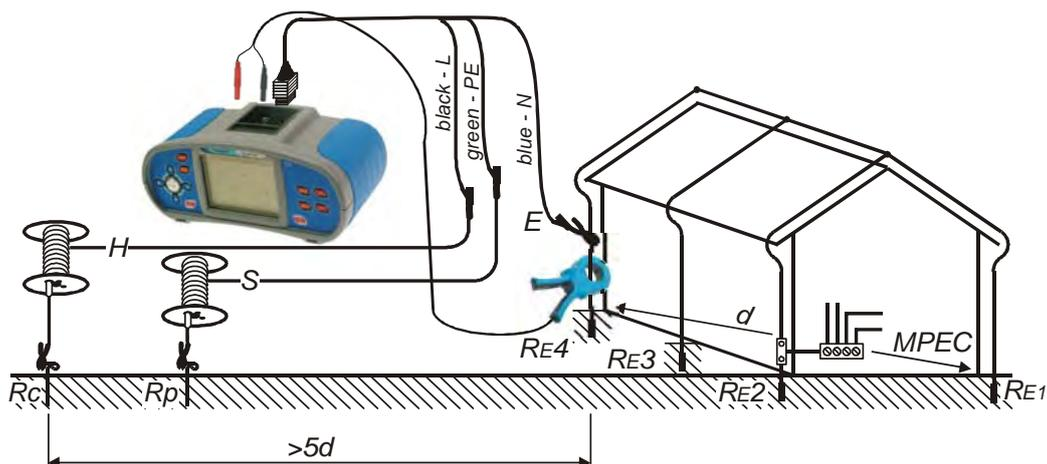

Abb. 5.35: Erdungswiderstand, Messung mit einer Stromzange
- **Schließen** Sie die Prüfspitzen und Stromzange an die zu prüfende Anlage an (siehe Abb. 5.35).